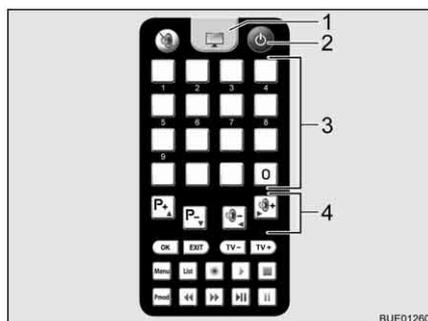

Fig. 35 Télécommande téléviseur
- Appuyer sur la touche "⏻" (Fig. 35,2) sur la télécommande du téléviseur. L'antenne passe dans le mode de recherche. Une tonalité continue retentit.
- Appuyer sur la touche de la télécommande du téléviseur (Fig. 35,1) pour passer sur réception sur le téléviseur. La tonalité disparaît. Une image apparaît à l'écran.
- Choisir la station désirée au moyen des touches de mémoire (Fig. 35,3) de la télécommande du téléviseur ou des touches de fonction (Fig. 35,4).